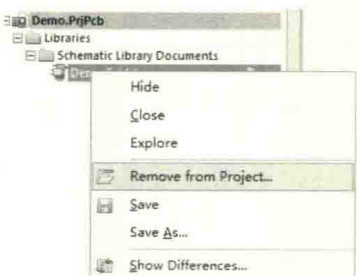

图 2-9 移除出工程
(2) 同样，当不需要某个元件库存在于当前工程目录下的时候，可以在需要移除的元件库上单击鼠标右键，执行右键下拉菜单中的“Remove from Project...”命令，如图 2-9 所示，即可移除相应的元件库。